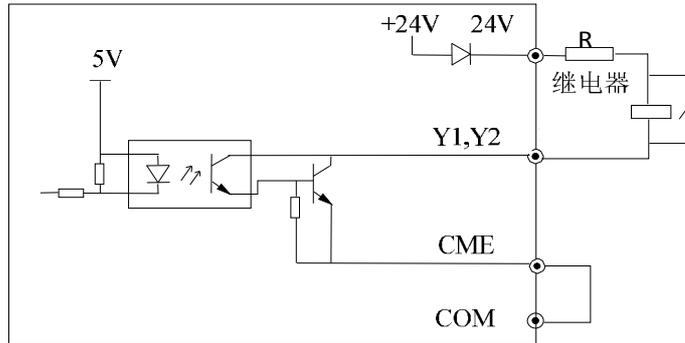

图 2-20 多功能输出端子接线方式1
1) 多功能输出端子Y1、Y2可使用变频器内部的24V电源，接线方式请参见图2-20